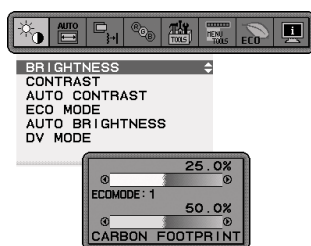

Figure 3
2. Définissez le niveau SOMBRE. Il s'agit du niveau de luminosité sur lequel le moniteur se règle lorsque la luminosité ambiante est au plus bas. Assurez-vous que la pièce est à sa luminosité minimale lorsque vous définissez ce niveau. À l'aide des touches frontales, déplacez ensuite le curseur sur le paramètre LUMINOSITÉ. Choisissez le niveau de luminosité désiré (**Figure 3**).